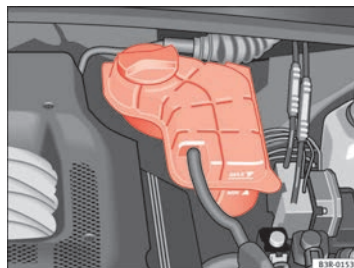

Fig. 172 Compartiment-moteur : vase d'expansion du liquide de refroidissement
- Contrôlez le niveau de liquide de refroidissement dans le vase d'expansion ⇒ **fig. 172**. Il doit se situer entre les repères « min » et « max » lorsque le moteur est froid. Lorsque le moteur est chaud, il peut se situer légèrement au-dessus du niveau « max ».
⇒ **page 241, fig. 172** et dévissez-le en le tournant **avec précaution** vers la gauche ⇒ .